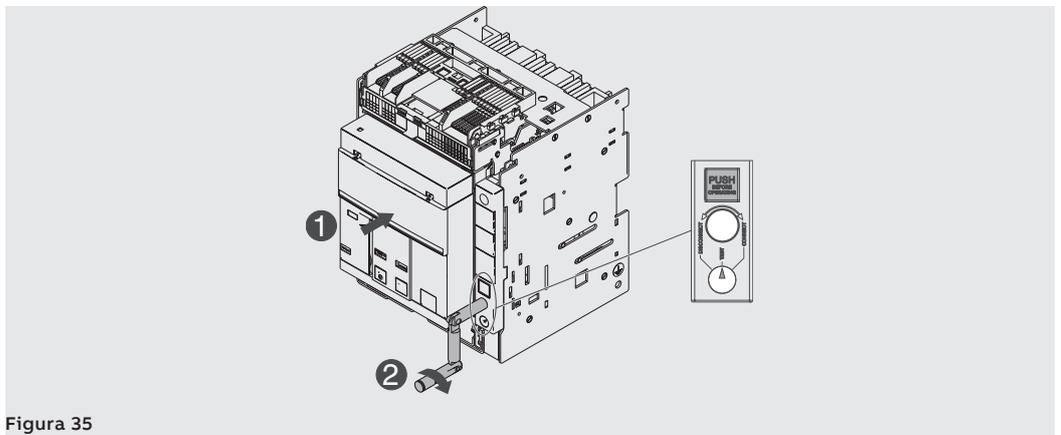

Figura 35
6. Mantener pulsado el interruptor. Girar la manivela en sentido horario hasta que salga el pulsador y el indicador señale que el interruptor está en posición **TEST**. Véase Figura 35.